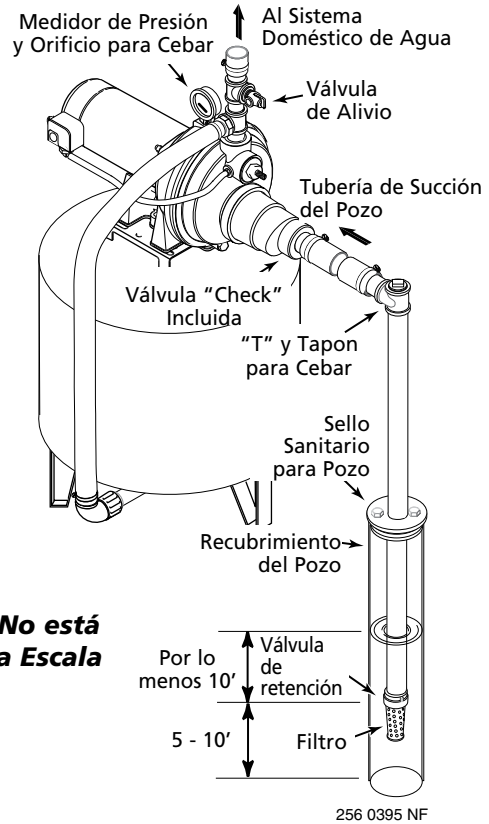

Figura 5 – Instalación de Pozo Recubierto
## Instalacion de pozo recubierto con un recubrimiento de 2" o mas (Figura 5)
3. Instale la válvula de retención, el filtro y la tubería del pozo (Vea la Figura 5). Asegúrese que la válvula de retención funcione libremente.
5. Instale una "T" para cebado y la tubería de succión a la bomba (Vea la Figura 5). Conecte la tubería del pozo al orificio de succión de la bomba; utilice el menor número de conexiones posible - especialmente codos - ya que las conexiones incrementan la fricción en la tubería. La tubería de succión debe ser por lo menos del mismo tamaño que el orificio de succión en la bomba. Utilizar cinta selladora de PTFE para roscas de tubería sobre las juntas roscadas de la tubería. Soporte la tubería para que no haya inclinaciones verticales o hundimientos en ella a fin de que no ejerza tensión sobre el cuerpo de la bomba y con el propósito de que no se incline ligeramente hacia arriba desde el pozo hacia la bomba (los puntos altos pueden ocasionar que se formen bolsas de aire que pueden bloquear la bomba). Sellar las juntas de la tubería de aspiración con cinta selladora de PTFE para roscas de tubería. Las juntas deben ser a prueba de agua y estar herméticamente cerradas. Si la tubería de succión pudiera succionar aire, la bomba no podrá sacar agua de pozo.